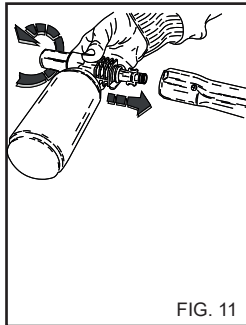

FIG. 11
2) Haal de verlengbuis van de handgreep en monteer de kit voor het sproeien van schoonmaakproduct (fig. 11), zet het schoonmaakapparaat in werking en besproei het te wassen oppervlak van onder naar boven.